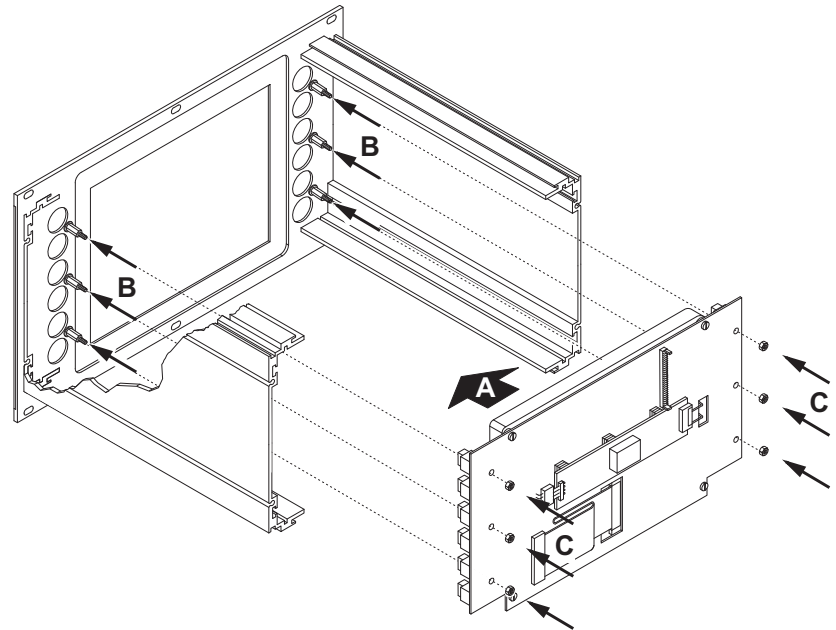

Bild 4-6: Einsetzen und Befestigen der Display-Montageeinheit
9. Nehmen Sie nun die neue Montageeinheit mit Platine, Display, Tastern und Inverter (Teile-Nr. 129675), achten Sie auf die richtige Orientierung (siehe Bild 4-6) und bewegen Sie sie vorsichtig mit dem Display voran zwischen den Seitenwänden in Richtung Frontpanel (A), so dass die Schraubenlöcher genau über den Gewinden der Abstandsbolzen am Frontpanel zu liegen kommen. Schieben Sie dabei vorsichtig die Taster durch die entsprechenden Öffnungen. Prüfen Sie den korrekten Sitz der Montageeinheit. Schrauben Sie erst dann die Displayplatine mit den sechs Muttern fest (B). Prüfen Sie die mechanische Funktion der Tasten. Justieren Sie gegebenenfalls die Montageeinheit nach (leichtes Lösen der Muttern und leichtes Verschieben der Platine). (Bild 4-6)